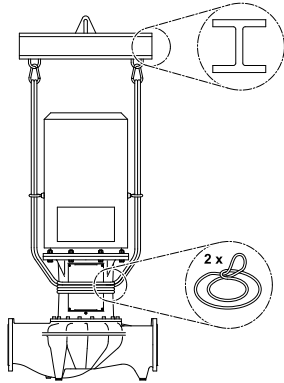

Fig. 32: Aanbrengen van de
- Voor het optillen met de kraan moet de pomp zoals in (Fig. 32/33) weergegeven met geschikte riemen worden omwikkeld. De pomp in lussen plaatsen die door het eigen gewicht van de pomp vanzelf worden dichtgetrokken.